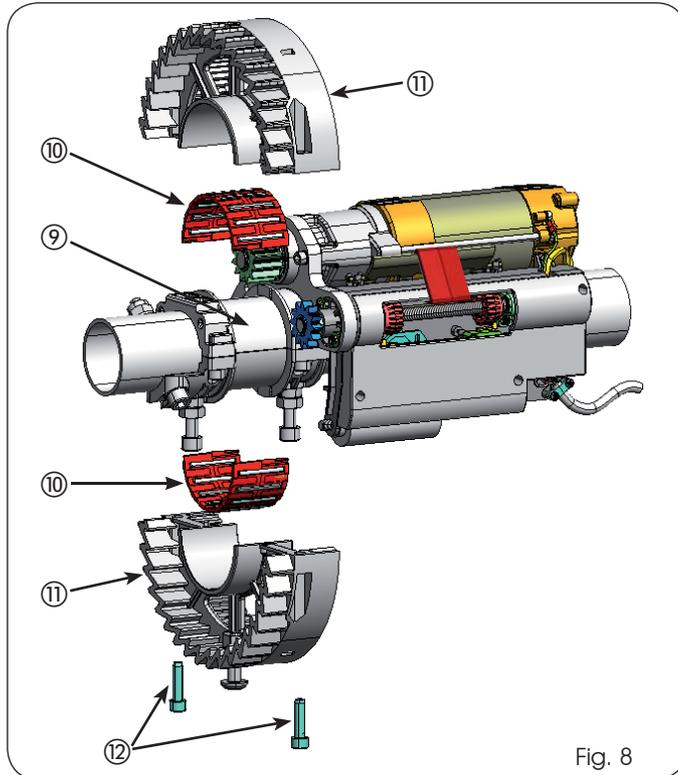

Fig. 8
7. Nettoyer minutieusement la surface de la bride (réf. ⑨ Fig. 8) en veillant à enlever tout dérivé métallique du perçage précédent;
8. Insérer sur la bride les deux parties du palier à rouleaux (réf. ⑩ Fig. 8) et les encastrer de manière à former un corps unique;
9. Assembler la couronne de transmission (réf. ⑪ Fig. 8) avec les deux vis en réf. ⑫;